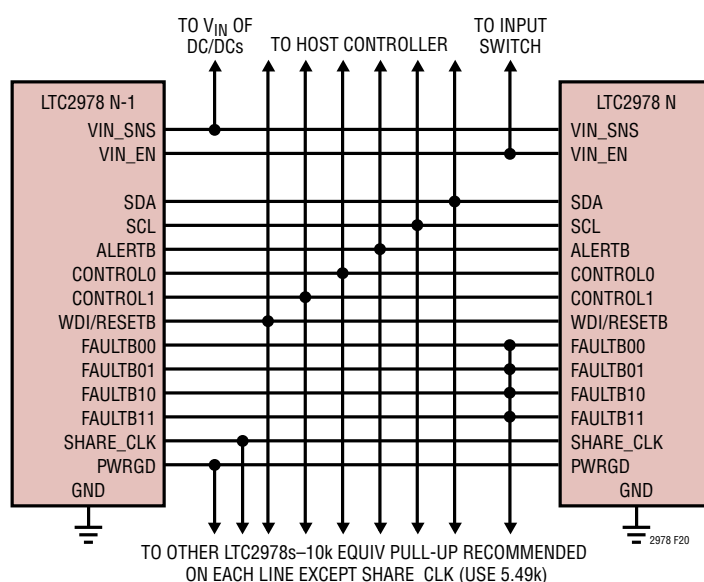
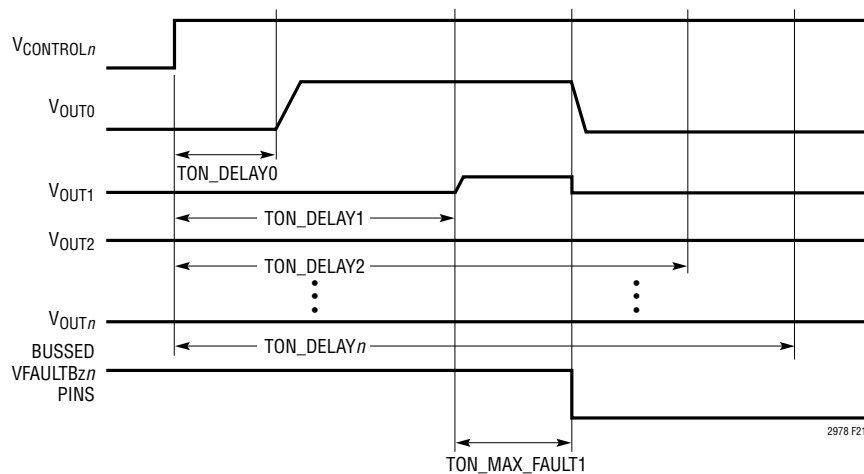

図20. 複数のLTC2978間の標準的な接続
図 21. チャンネル1の短絡によるオン・シーケンスの中断
複数のLTC2978の標準的な配列のピンを相互接続する方法を図20に示します。
- FAULTBzn ラインを相互接続してフォールトの依存関係を設定することができます。図 20 は、どの FAULTBzn にフォールトが生じても他の全てが“L”になる構成を示しています。これは、どのチャンネルも起動しない場合にスタートアップ・シーケンスを中断する必要がある配列にとって有効です (図 21 を参照)。